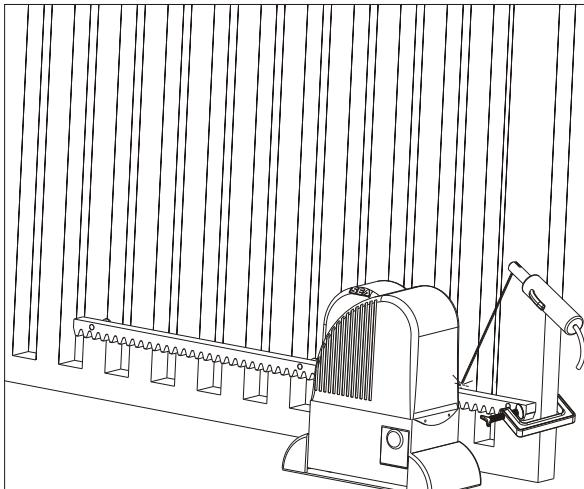
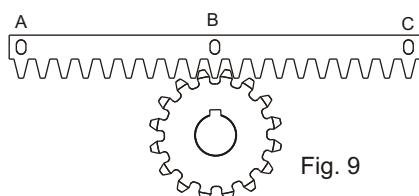

Fig. 10
Fig. 9
**6.3.** Apoyar el elemento de cremallera al piñón dentado del motorreductor de manera que sea paralela a la guía a piso de la cancela y posicionándolo como en la Fig. 9 y puentear con electrosoldadura el distanciador central B a la estructura de la cancela (Fig. 10). Mover manualmente la cancela hasta llegar al distanciador C en correspondencia del piñón, luego puentear con electrosoldadura. Efectuar la misma operación para el distanciador A, después de haberlo llevado en correspondencia del piñón;